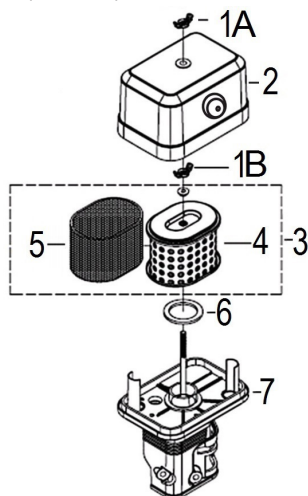

Рис. 39 Обслуживание воздушного фильтра
1. Открутите барашковую гайку 1А и снимите крышку 2 воздушного фильтра (Рис. 39).
2. Открутите барашковую гайку 1В и снимите воздушный фильтр 3 в сборе (Рис. 39).
3. Проверьте целостность и чистоту фильтрующих элементов. Поролоновый (предварительный) фильтрующий элемент 5 установлен на корпусе бумажного фильтрующего элемента 4 (Рис. 39).